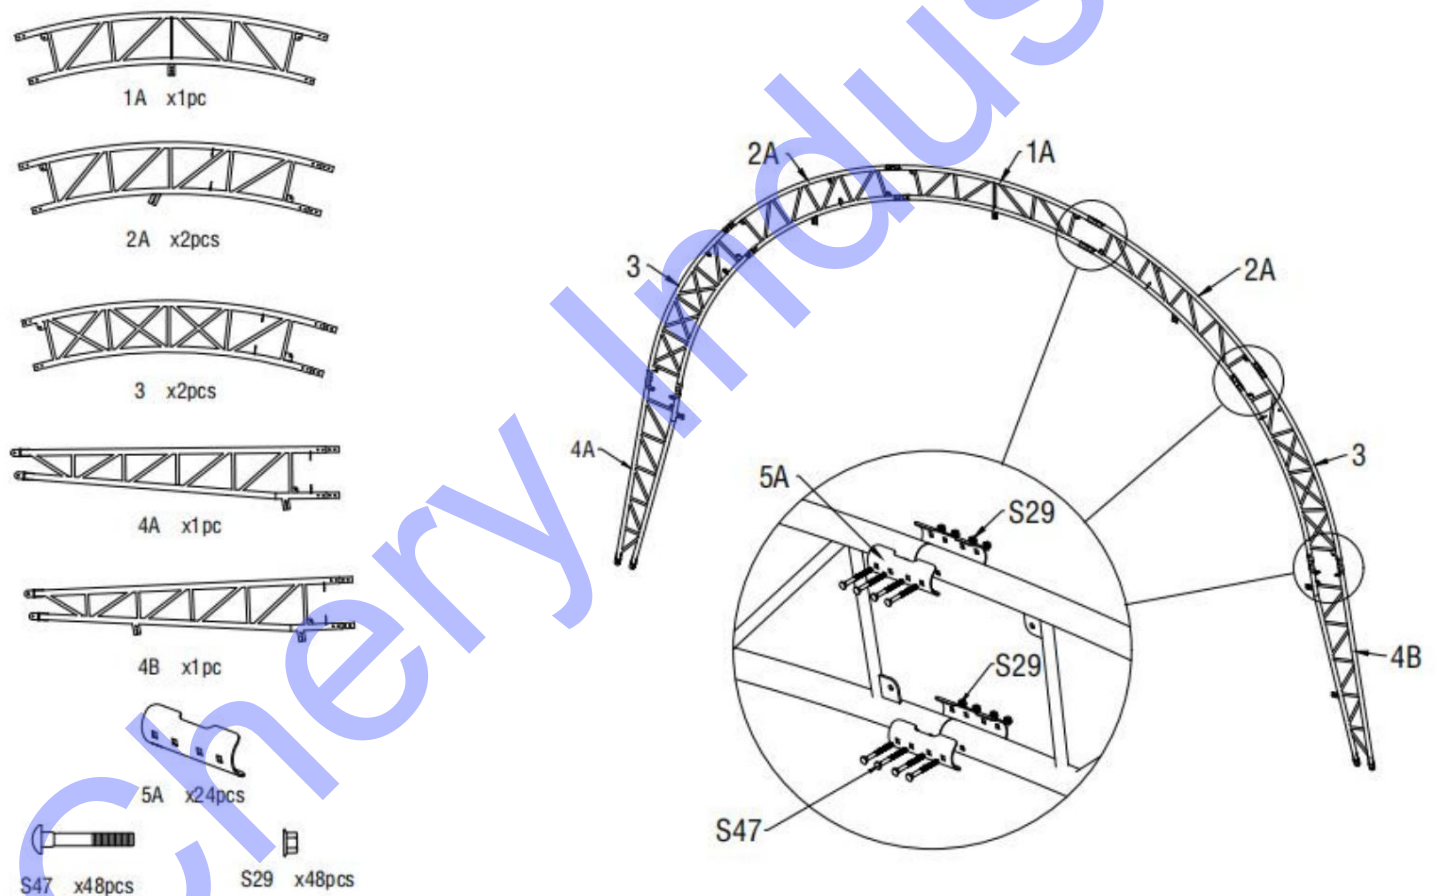

Figure 3
- Comme le montre la figure 3, il faut trouver un tube de toit supérieur dans la porte avant et arrière (n° 1A), deux tubes de toit supérieurs tube courbé dans la porte avant et arrière (n° 2A), deux tubes courbés au milieu du toit à l'avant et porte arrière (n° 3), deux tubes incurvés inférieurs dans la porte avant et arrière (4A) et assembler le premier et groupe final d'arche avec boulon de carrosserie M8x70 (n° S47). NE PAS installer la vis sur le dessus du ferme sur laquelle reposera le tissu.